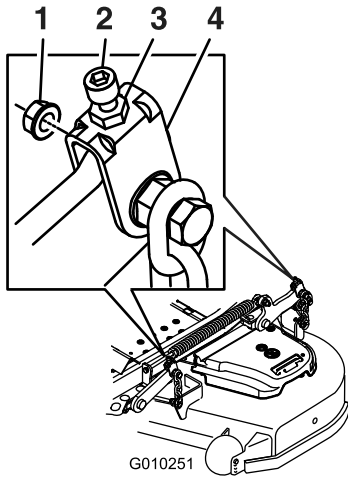

Figura 92
- Para las carcasas de corte identificadas en Figura 92, gire la tuerca de ajuste del conjunto de elevación de la carcasa delantera para modificar la altura (Figura 92).
- Gire el tornillo de ajuste hasta obtener una altura de 8.3 cm (3-1/4 pulgadas) (Figura 92).